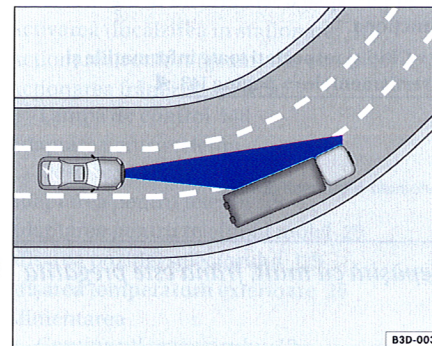

Fig. 140 Autovehicul în timpul unui viraj
- la viraje ⇒ fig. 140
La intrarea într-un viraj sau la ieșirea dintr-o curbă mai lungă, se poate întâmpla ca senzorul radar să reacționeze la un autovehicul de pe banda alăturată ⇒ fig. 140 și să frâneze autovehiculul. Frânarea poate fi întreruptă prin accelerație.